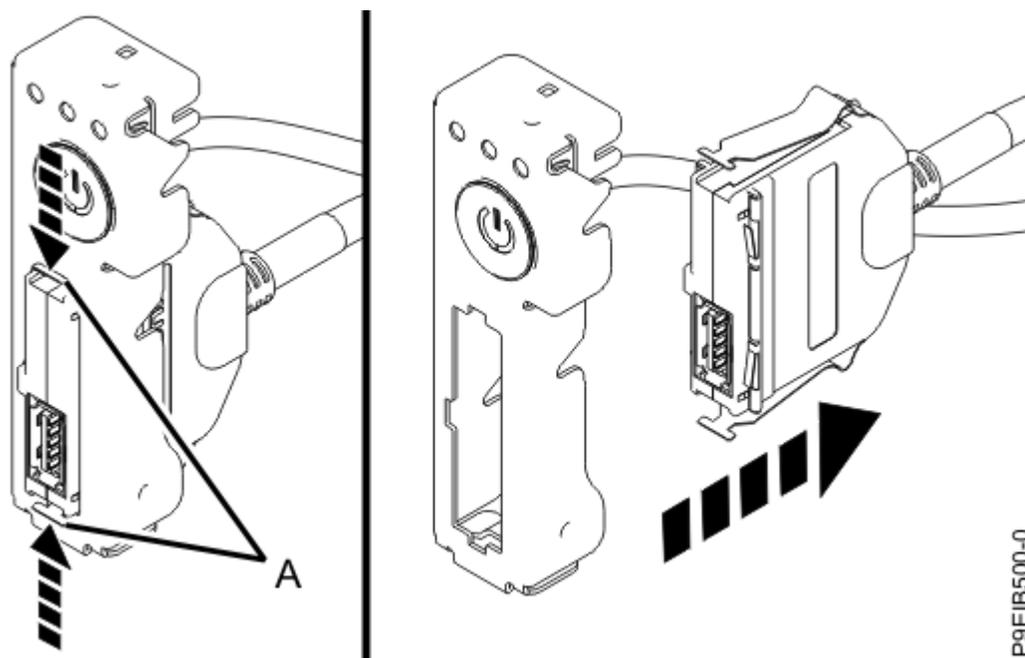

図 107. 電源スイッチからの USB ケーブルおよびコネクタの取り外し
9. コネクターのラッチ・リリース (A) を押して、電源スイッチから USB ケーブルおよびコネクターを切り離します (123 ページの図 107 を参照)。